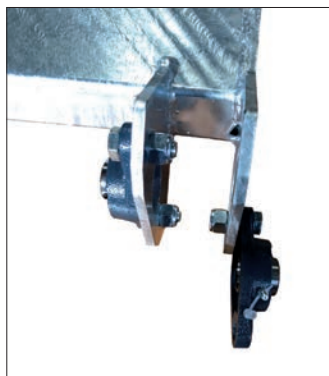

Fig. 1
A continuación se recogen las modalidades de instalación para el cepillo Pendular Fig. 1.
- brazo de sujeción a la pared – que tiene que ser fijado por el enganche del soporte del cepillo (fig. 1,2,3,4).